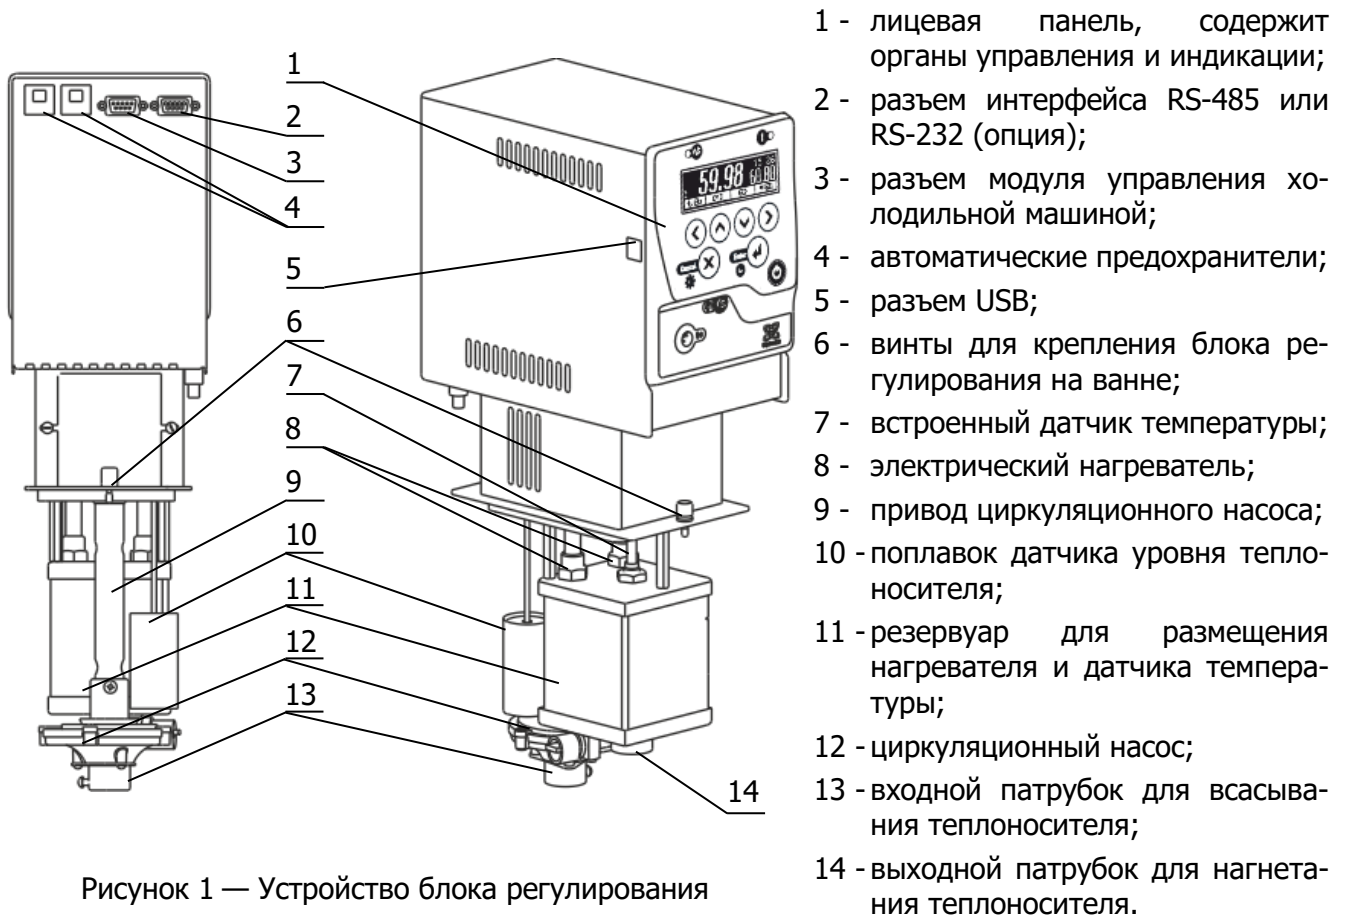

Рисунок 1 — Устройство блока регулирования
1.4.2 Работа блока регулирования заключается в поддержании заданной температуры потока теплоносителя, прокачиваемого насосом 12 через резервуар 11 (рисунок 1). Забор теплоносителя производится через входной патрубок 13, а выброс — через выходной патрубок 14.